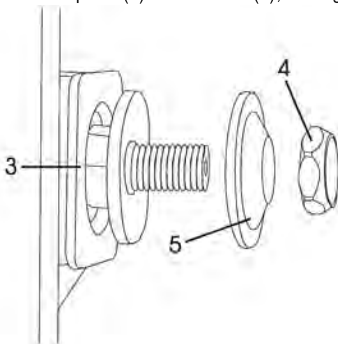

fig. 15 – retirando o flange do eixo para substituição da lâmina de serra
4. Trave o eixo (3) com a chave (6) e solte a porca de aperto (4) com a chave (7), em seguida remova a flange externa (5), fig. 15;